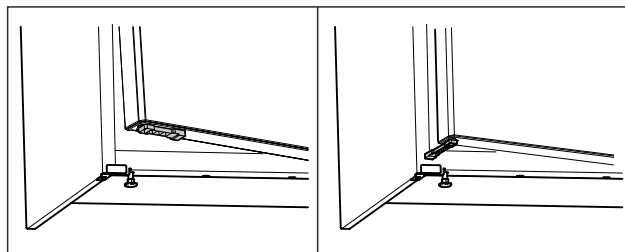

Fig. 62 *
- Otočte omezovač otevření dvířek o 90°. (viz Fig. 62) *